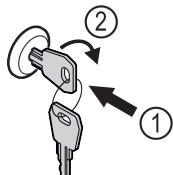

Fig. 140
- Вставьте ключ Fig. 140 (1).
- Поверните ключ на 90° по часовой стрелке Fig. 140 (2).